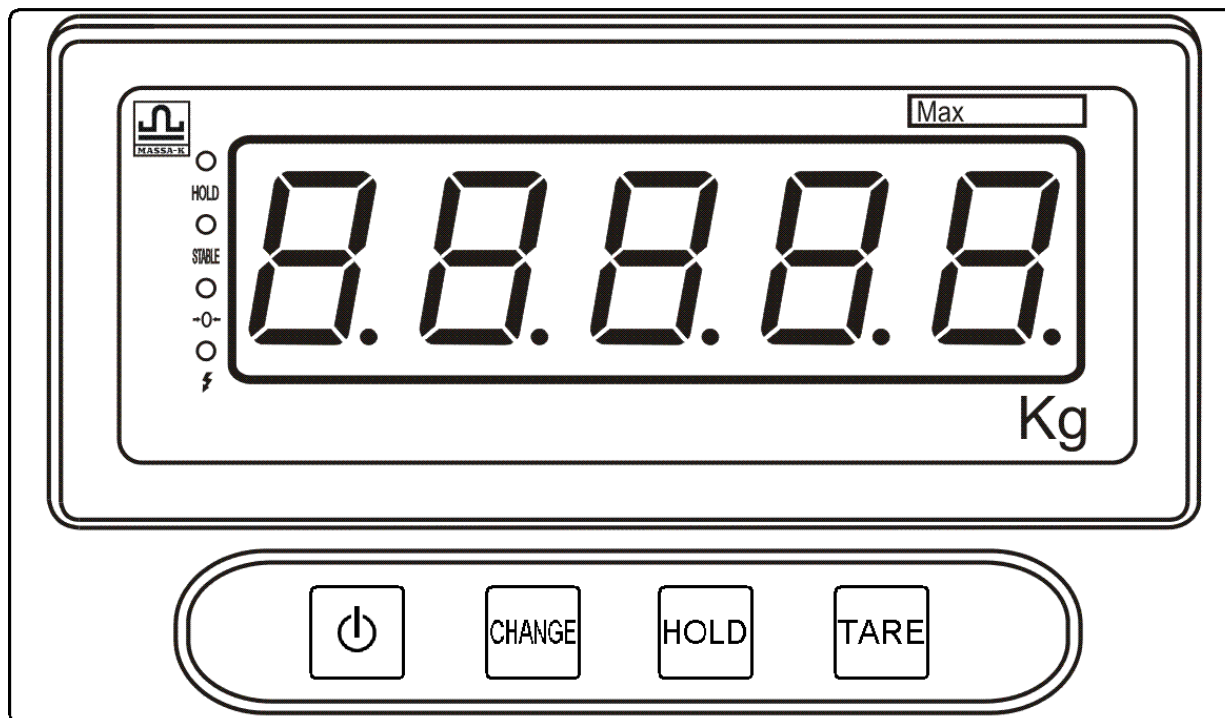

Рис. 5.1 - Весы ЕК-А_. Лицевая панель
5.1 Элементы управления и индикации весов представлены на Рис. 5.1, Табл. 5.1 и Табл. 5.2.